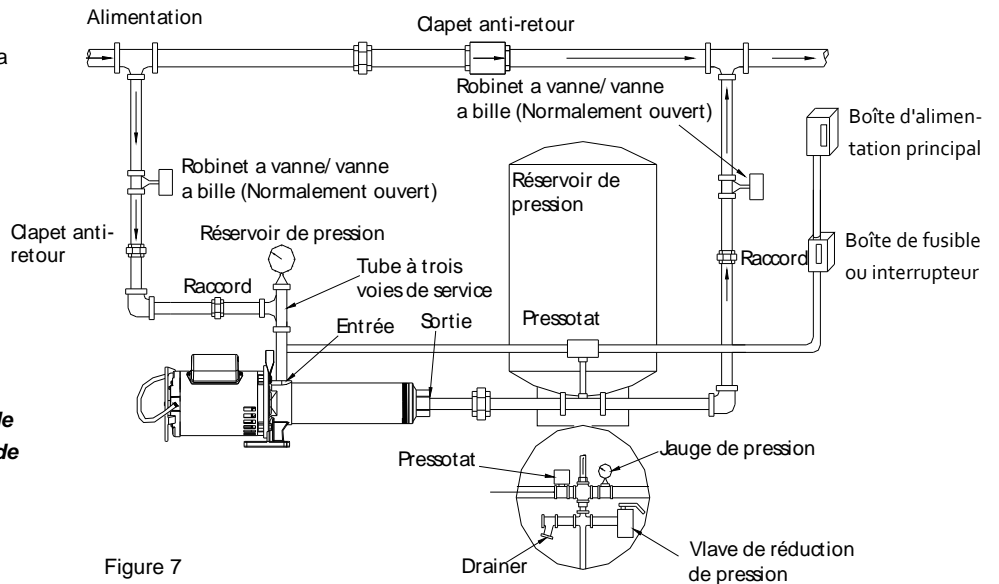

Figure 7
1. Reférer aux Figures 7, 8, 9 et 10 à la page 7 et 8 pour les installations typiques.
1. Sur les systèmes de surpression, localiser la pompe de sorte qu'il y aura toujours une alimentation positive de l'eau à la pompe (voir la figure 7, 8 et 9).
3. Installer un clapet de retenue comme le montre la Figure 7. Assurez-vous que la flèche du flux du clapet de retenue pointe vers la direction de l'écoulement de l'eau.
5. Un manomètre installé dans le tuyau d'admission à proximité de l'orifice d'aspiration, (Voir Figure 7) montrera si l'eau est suffisamment fournie à la pompe. Voir la Section de l'Opération-amorçage, Installations de Surpression.
L'amorçage est automatique lorsque la pompe est connectée à une source de pression telle qu'une bouche d'arrosage ou du réseau de ville (voir la figure 7, 8 et 9 à la page 7 et 8).
3. Si vous avez installé un manomètre de pression à l'entrée de la pompe, une lecture de 2 psi minimum doit se montrer chaque fois que la pompe est en service (voir les Figures 7, 8 et 9). Cette lecture assure qu'il ya un approvisionnement abondant en eau dans le carter d'entrée de la pompe.